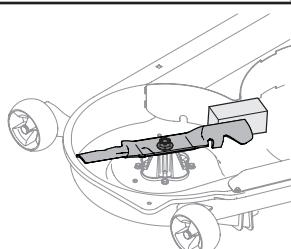

Figura 2
- Estabilice una de las cuchillas de corte con una herramienta de bloqueo de cuchillas o un bloque de madera. Consulte Figura 2.